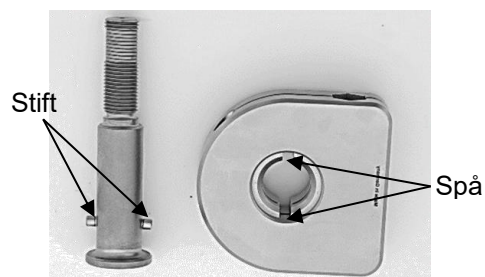

Fig. 11
Vid montering av korsförbindaren måste man se till att stiften på gängstången (4) går in i spåren på det nedre klämstycket (3) (fig. 11).